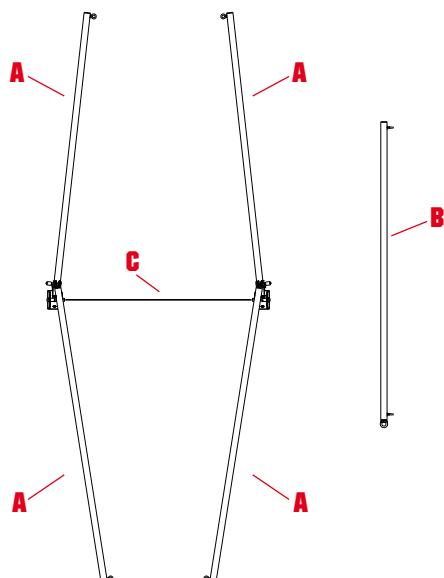

fig. 2
a) Disporre a terra le barre laterali (A) e la barra superiore (B) - (fig. 2).